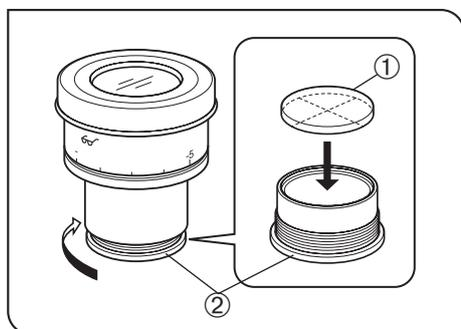

Рис. 33
### 3 Установка микрометрического диска в окуляр (Рис. 33)
В соответствии с рис. 33, повернув встроенную обойму микрометра ② в направлении стрелки, снимите ее с окуляра и поместите микрометрический диск ① в обойму так, чтобы поверхность с маркой модели была обращена вниз.